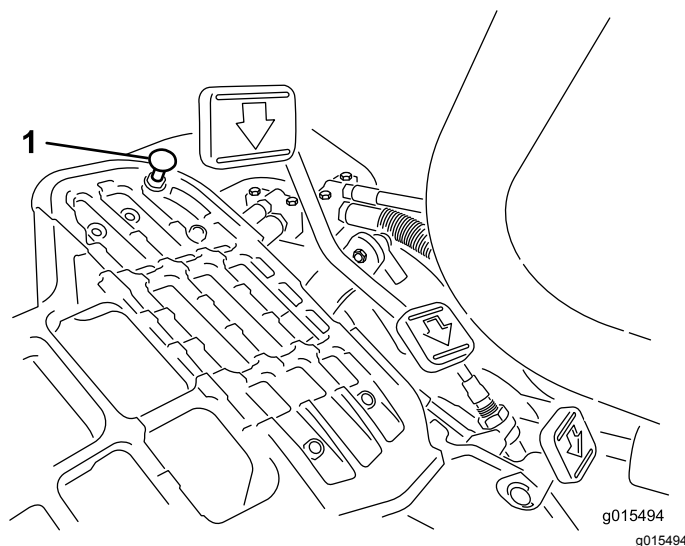

Figura 32
Per ottenere la velocità massima di trasferimento mettete la leva di comando delle funzioni in posizione di TRASFERIMENTO e premete il pedale di trazione. Se il pedale tocca il fermo (Figura 32) prima che avvertiate la tensione sul cavo, effettuate la seguente procedura di regolazione:
1. Spostate la leva di comando delle funzioni in posizione di TRASFERIMENTO e allentate il dado di bloccaggio che fissa il fermo del pedale alla piastra di appoggio (Figura 32).